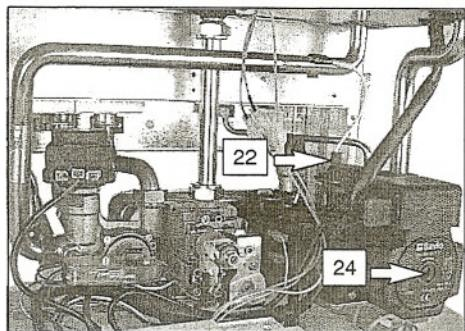

fig. 6.2
- 7 Aflojar el tapón de la válvula automática de purga 22 en la fig. 6.2
- 12 Quite el tapón 24 de la fig. 6.2 y desbloquee la bomba girando el rodeté por medio de un destornillador.